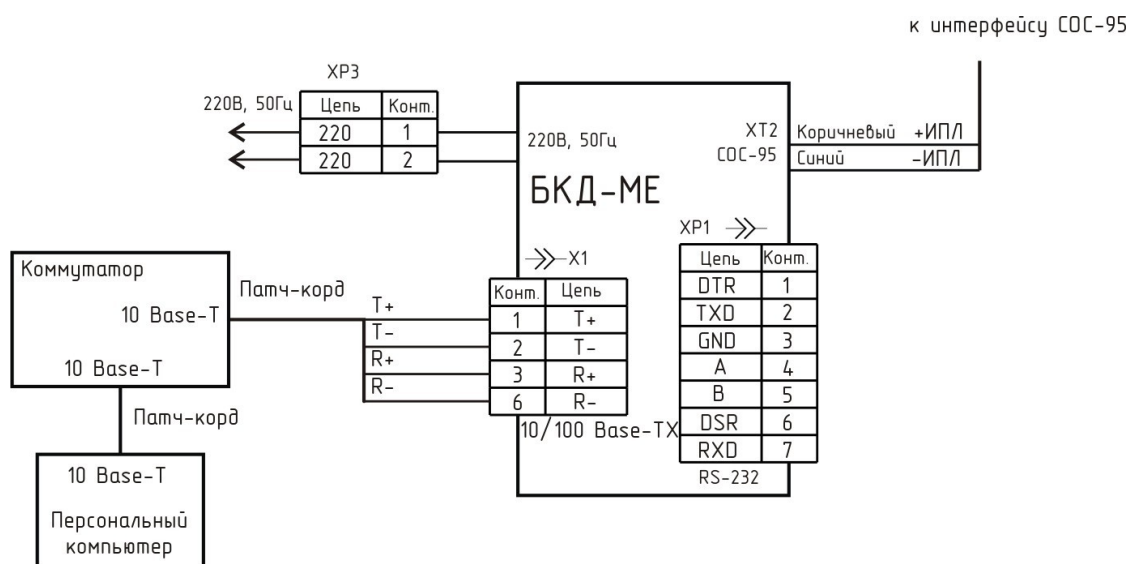

Рисунок 9
1) Подсоединить БКД-МЕ при помощи стандартного «патчкорда» к той же сети, в которой работает персональный компьютер, используемый для конфигурации БКД-МЕ (рисунок 9).
1) Подсоединить БКД-МЕ к той же сети Ethernet при помощи типового прямого «патчкорда», в которой работает персональный компьютер, используемый для конфигурации БКД-МЕ (рисунок 9).